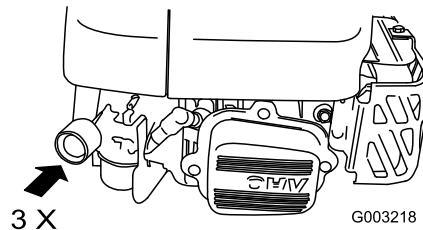

Figura 16
- Apriete el cebador 3 veces con el dedo pulgar, presionando con fuerza, y manteniendo la presión durante un segundo antes de soltarlo (Figura 16).